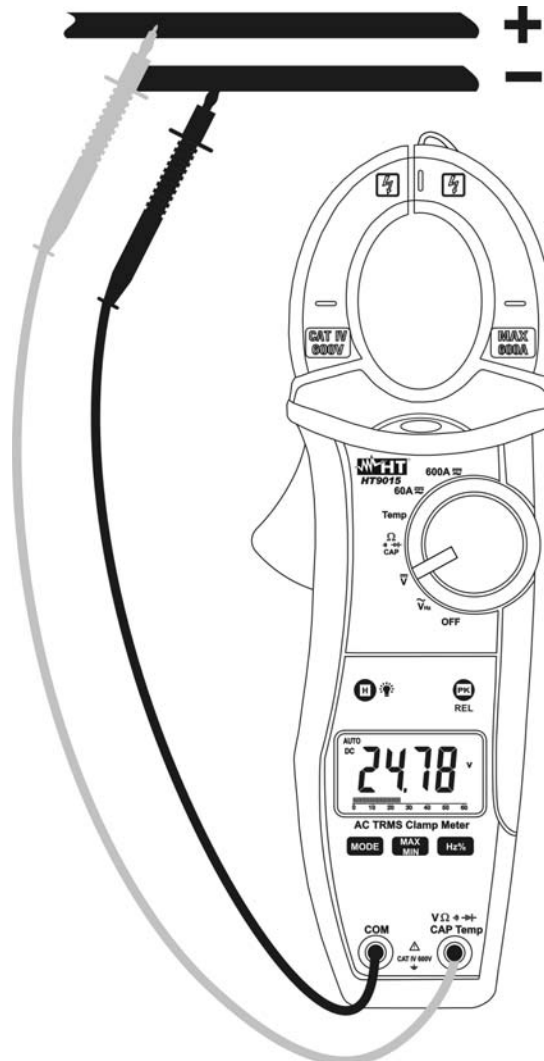

Fig. 4: Uso della pinza in misura di Tensione DC
2. Inserire il cavo rosso nel terminale di ingresso $V\Omega \cdot \overline{V}$ \rightarrow CAP Hz % Temp e il cavo nero nel terminale di ingresso **COM** (Fig. 4)